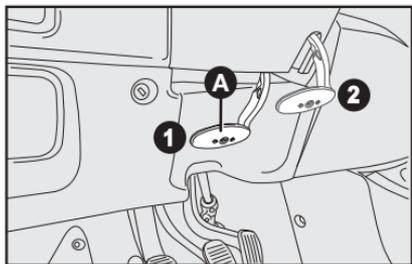

fig. 15
### VOLANTE - fig. 15
- 1) Desplace la palanca **A**-fig. 15 hasta la posición **2**-fig. 15.
- 3) Vuelva a poner la palanca en la posición **1**-fig. 15 para trabar nuevamente el volante.